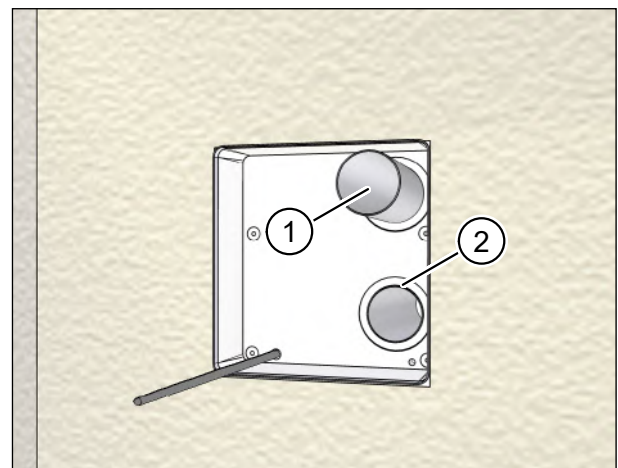

Abb. 25: Lüftungsrohre ablängen
- ▶ Schieben Sie beide Lüftungsrohre (Pos. 1 in Abb. 25) soweit in die Öffnungen des Montagesets ein, dass sie bündig mit der Innenseite des Montagesets abschließen (Pos. 2 in Abb. 25).